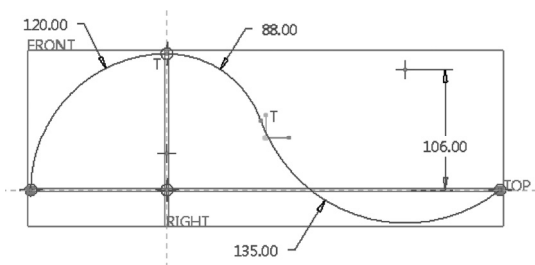

图 3-55 草绘基准曲线
4) 使用草绘器中的相关绘图工具按钮，绘制图 3-55 所示的图形。